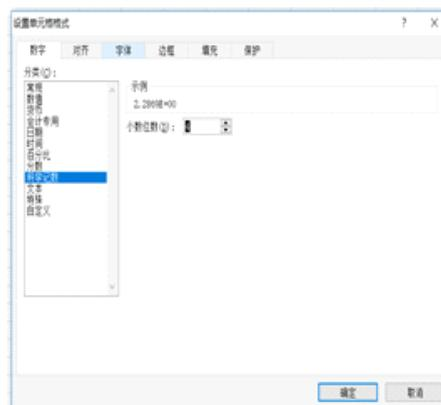

图6-1-6 科学计数
2. 将电阻字段选中，并设置其单元格属性设置为：科学记数，小数位数4位。如图6-1-6所示。